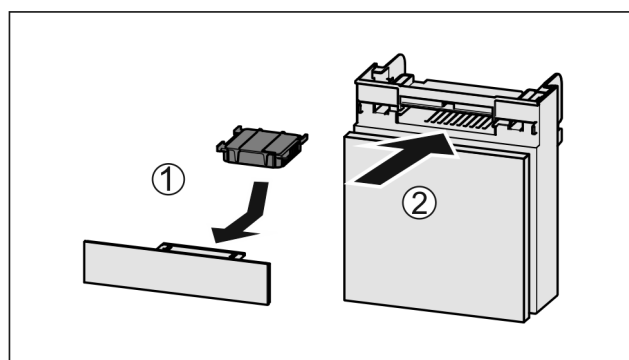

Fig. 68
- ▶ Filtr s aktivním uhlím vložte podle vyobrazení Fig. 68 (1).
- ▶ Zásuvku zasuňte Fig. 68 (2).